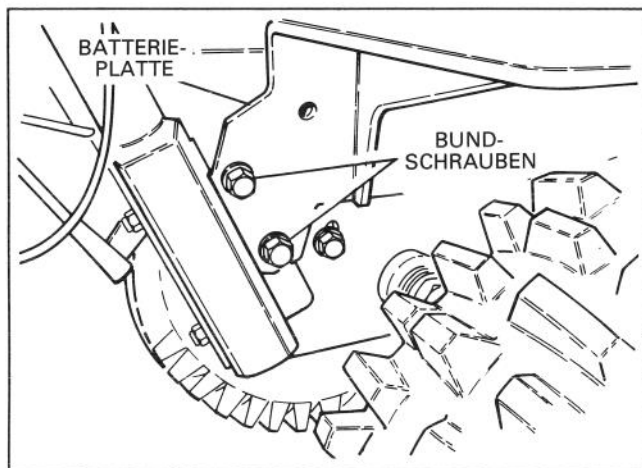

Abb. 14
22. Das Gerät kippen und das rechte Rad abnehmen, so daß besserer Zugang geschaffen wird. Die Rückseite der Batteriegrundplatte und die Griffhalterung mit (2) 19 mm Bundschrauben anbringen (Abb. 14).